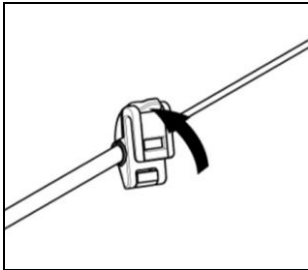

Fig. 24
- Abrir el cierre colocado en la varilla del micrófono, haciendo presión como indica la Fig. 24. Si es necesario, use la herramienta de cabeza plana (incluida) para facilitar la apertura.